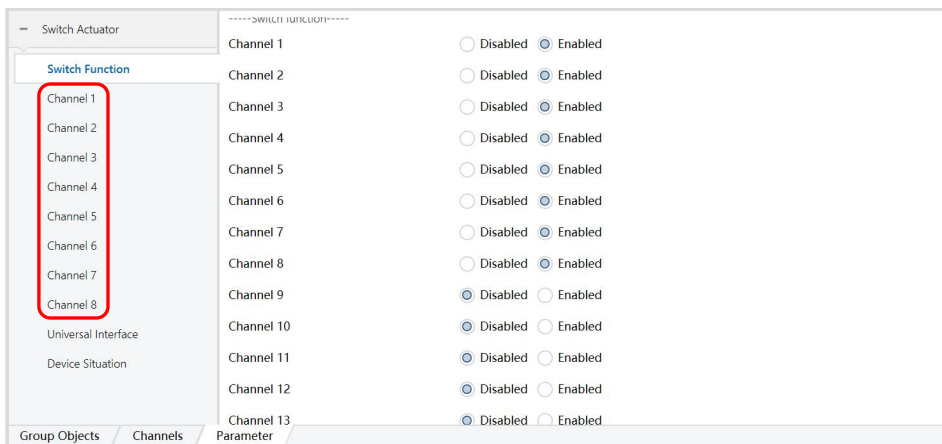

图 6.1.1
1) 以 8 路开关执行模块为例，Channel 1— Channel 8 都选择“Enabled”后，启用执行器相应回路，出现如图红色方框内的 8 个选项，如图 6.1.1 所示；